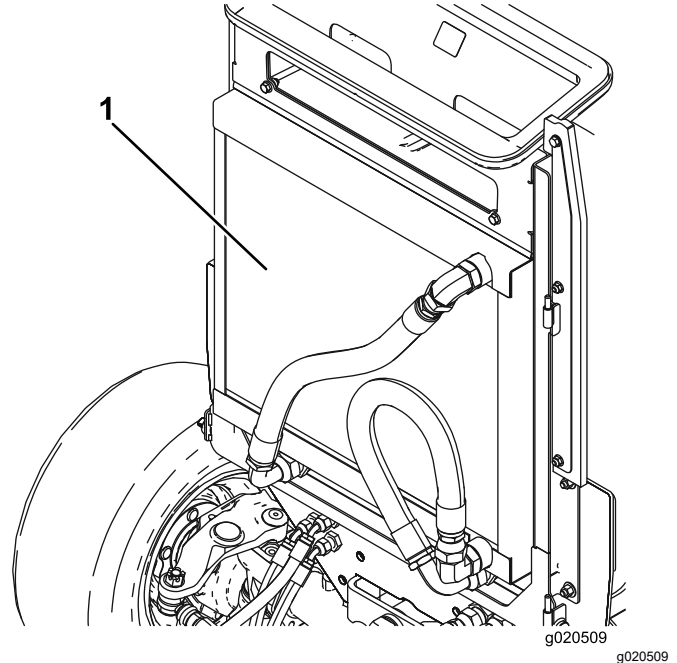

Figure 80
5. Nettoyez soigneusement les deux côtés du refroidisseur d'huile et du radiateur à l'air comprimé (Figure 80).